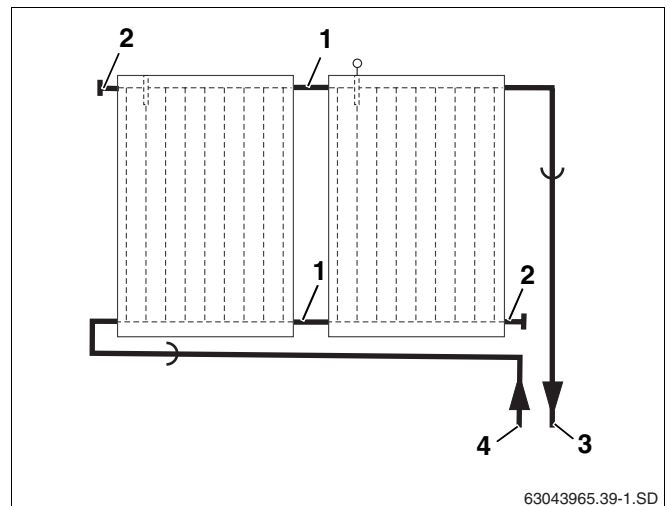
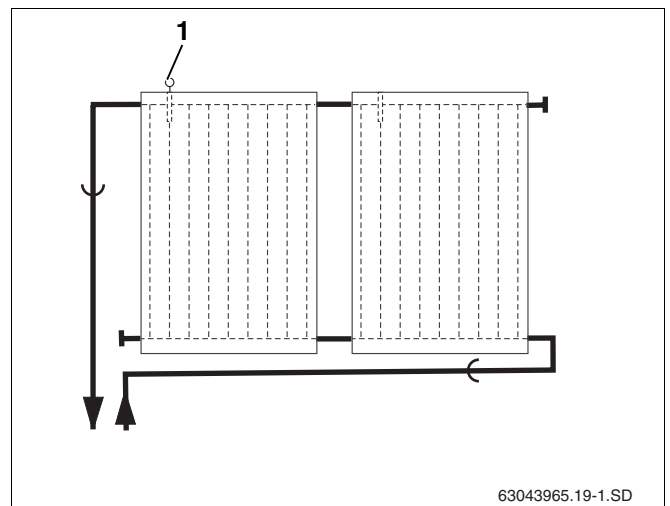

Fig. 37 Conexión hidráulica – tubería de impulsión a la derecha
Fig. 38 Conexión hidráulica – tubería de impulsión a la izquierda
La conducción de tubos del campo de colectores debe realizarse según el principio de Tichelmann. De esta forma se garantiza que cada uno de los colectores reciba el mismo caudal (fig. 37).
La tubería de impulsión puede montarse a la derecha (fig. 37) o a la izquierda (fig. 38). En estas instrucciones se ha representado la tubería de impulsión en el lado derecho.
Los colectores deben montarse de tal forma que los pasos para el soporte de la sonda del colector (fig. 38, **pos. 1**) se encuentren arriba.